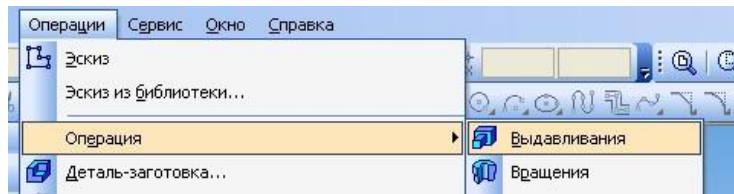

Рис. 8. Операция выдавливания
10. Для создания детали в виде элемента Выдавливания вызовите из меню **Операции** команду **Операция выдавливания** (рис. 8).